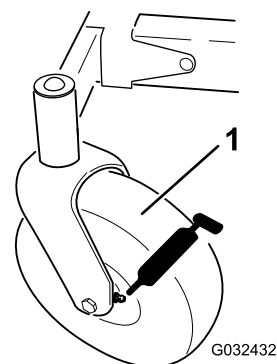
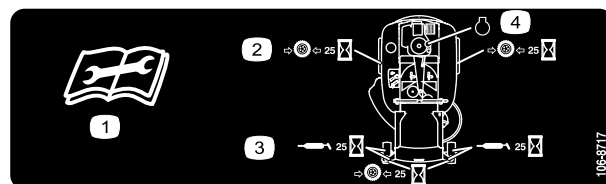

Figura 34
Figura 35
3. Pulite i raccordi d'ingrassaggio (Figura 34 e Figura 35) con un panno.
4. Collegare un ingrassatore a pressione a ciascun ingrassatore (Figura 34 e Figura 35).